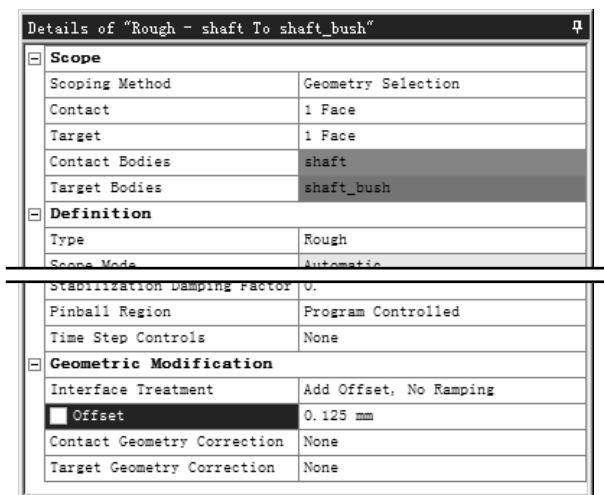

图 9.6.5 “定义接触参数”对话框
(2) 修改接触属性。在“Outline”窗口中选择 **Connections** 节点下的 **Contact Region 2**，弹出图 9.6.5 所示的“定义接触参数”对话框，在对话框 **Definition** 区域的 **Type** 下拉列表中选择 **Rough** 选项，在 **Geometric Modification** 区域的 **Offset** 文本框中输入数值 0.125，完成接触属性的修改。